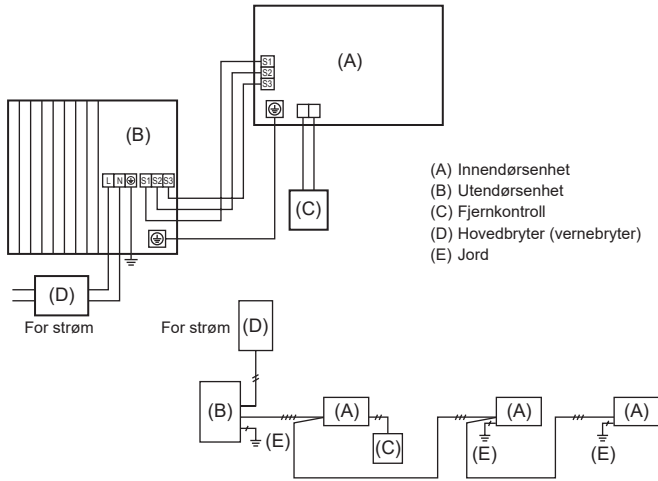
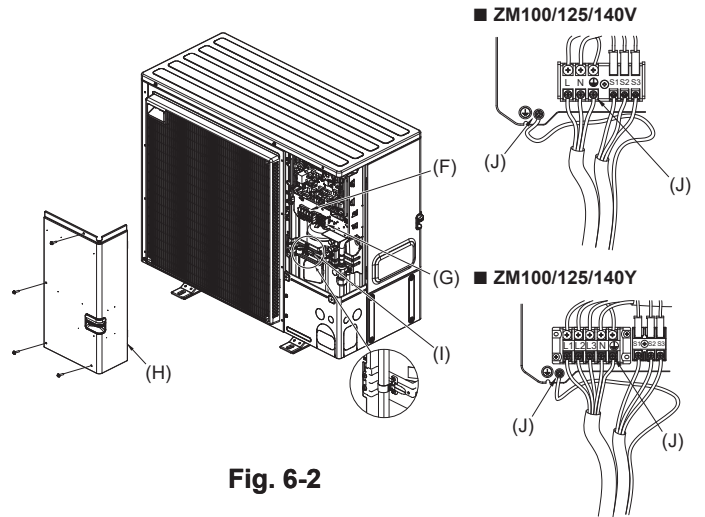

Fig. 6-1
Fig. 6-2
6.1. Utendørsenhet (Fig. 6-1, Fig. 6-2)
(1) Fjern servicepanelet.
(2) Kople til kablene med henvisning til Fig. 6-1 og Fig. 6-2.